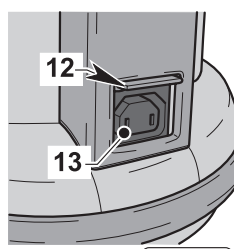

Fig. 10
- Premere l'interruttore (16 Fig. 10), che si illumina, per avviare l'apparecchio.
- L'illuminazione della lampada (17 Fig. 10) indica che il sacco in carta è pieno e deve essere sostituito.
- Premere l'interruttore (16 Fig. 10) per spegnere l'apparecchio.